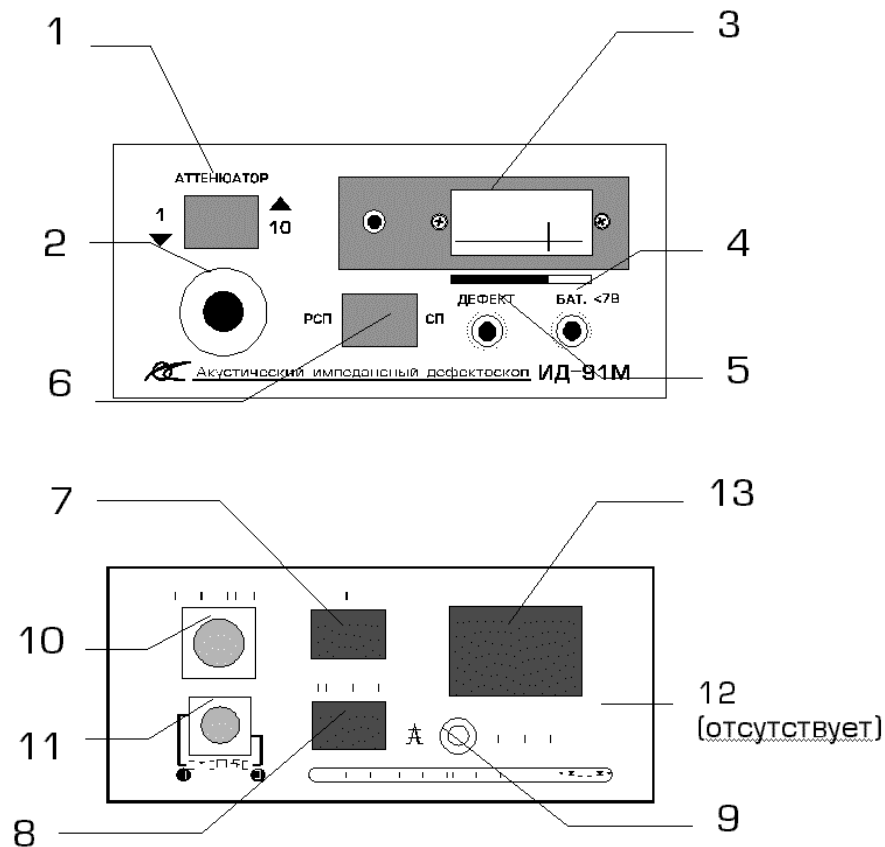

Рис.2
4.3. Расположение органов управления, регулировки и индикации дефектоскопа указаны на рис.2.
6.1.1. Установить в блок электронный батарею "Корунд" (допускается применение иных источников тока, например, батареи типа "Varta", "GP"). Для чего необходимо выдвинуть (рис.2, поз.13) крышку аккумуляторного отсека, установить в отсеке батарею, закрыть крышку.
6.1.2. Подключить к электронному блоку дефектоскопа (рис.2, поз.10, Sensor) преобразователь (тип преобразователя выбирается в зависимости от типа контролируемого изделия в соответствии с разделом 8).
6.2.1. Подсоединить к блоку электронному ИПС через разъем на задней панели дефектоскопа (рис.2, поз. 11). ИПС подключить к сети 220 В, 50 Гц.
6.3. Если при работе от батареи "заморагает" светодиод сигнализации разряда (рис.2, поз.4 ,БАТ.) необходимо заменить батарею или перейти к работе от ИПС .
8.2.2. Положение переключателя АТТЕНЮАТОР (рис.2, поз.1) выбирать таким образом, чтобы получить минимальный разброс показаний в допороговой зоне стрелочного индикатора, при этом, ручка потенциометра АТТЕНЮАТОР (рис.2, поз.2) не должна находиться в крайнем правом положении.
- 8.3.4. Для контроля изделий с глубиной залегания дефектов до 1 мм, подключить нижний порог переводом переключателя **нижн.порог** - (рис.2, поз.8) в положение 1.
- 8.3.5. Значение нижнего порога регулируется в диапазоне 0-50мкА регулировочным винтом **рег.н.п.** (рис.2, поз.9) на задней панели дефектоскопа.
- 8.4.1. Перевести переключатель **РСП-СП** (рис.2, поз.6) в положение SP